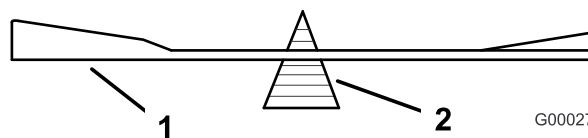
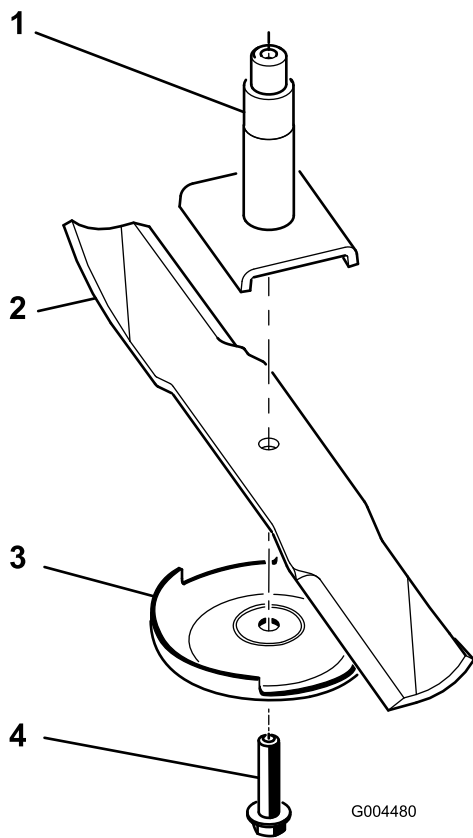

图22
图23
2. 卸掉刀片螺栓、防刮板并从锭轴上取下刀片图23。
2. 将刀片放到刀片平衡器上来检查刀片的平衡图22。如果刀片能够保留在水平位置则证明刀片是平衡的且可以使用。如果刀片不平衡可在刀翼区一端研磨掉部分金属图23。重复此程序直至刀片达到平衡。
1. 把刀片安装到锭轴上图23。
2. 安装防刮板和刀片螺栓图23。